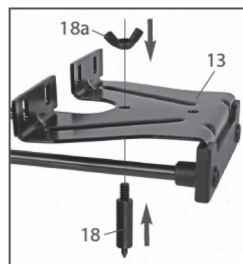

рис.9
Для фрезерования заготовки по заданной окружности (дуге), необходимо установить на параллельный упор остриё циркуля (рис.9 поз.18).
- вкрутить (по стрелке) остриё циркуля (рис.9 поз.18) в горизонтальную пластину упора (рис.9 поз.13);
- барашковой гайкой (рис.9 поз.18а) зафиксировать остриё циркуля (рис.9 поз.18) на пластине параллельного упора (рис.9 поз.13);